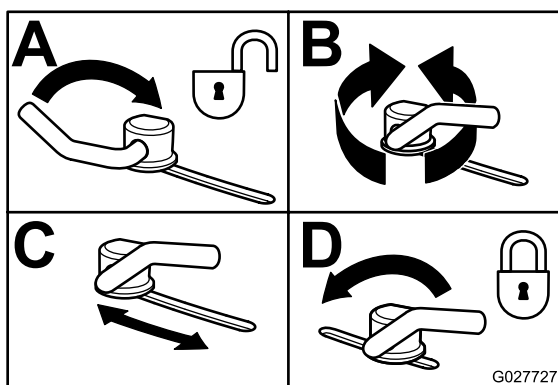

Figure 33
3. Pour régler les verrous à came, soulevez le levier pour desserrer le verrou (Figure 33).
5. Repoussez le levier à sa position d'origine pour serrer le déflecteur et les verrous (Figure 33).